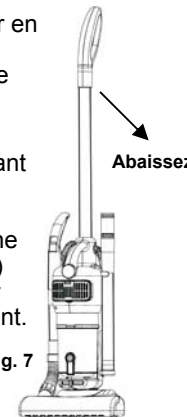

Fig. 7
**REMARQUE:** En nettoyant les tapis épais ou planchers en bois franc, inclinez l'angle du manche (voir l'illustration à droite) pour pouvoir manœuvrer l'aspirateur plus facilement. (Fig. 7)